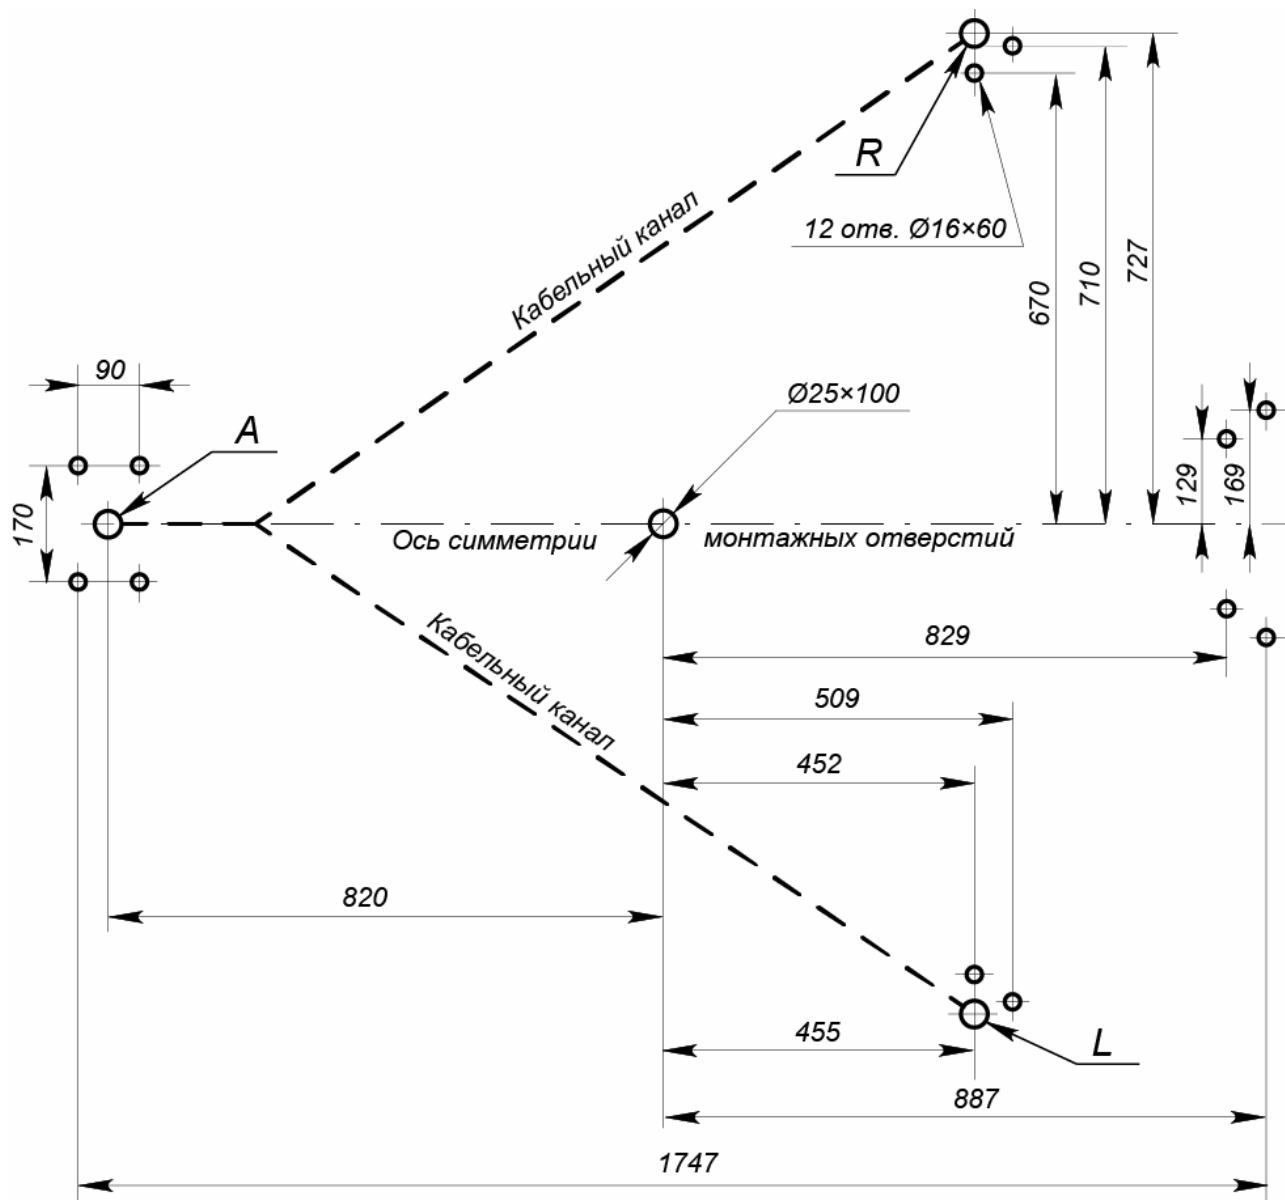

Рисунок 13. Схема разметки для установки турникета
2. Выполните на установочной поверхности разметку отверстий для монтажа турникета в соответствии с рис. 13.
3. Выполните на установочной поверхности разметку кабельных каналов для прокладки кабелей блоков индикации (10) и (11) и, при необходимости, кабелей считывателей (23) и (24). Также выполните разметку расположения переходной клеммной колодки (27) и кабельных каналов для прокладки кабелей питания турникета (17), подсветки прохода (18) и кабеля управления (21). Расположение переходной клеммной колодки и схема прокладки указанных кабелей определяются потребителем по месту.
- 7.1. Установите левую секцию формирователя прохода (6) таким образом, чтобы опорная стойка секции с блоком индикации (9) располагалась над зоной *L* (см. рис. 13).
- 7.4. Подведите кабель блока индикации (10) и кабель считывателя (23) по кабельному каналу к зоне *A*.
8. Установите и закрепите правую секцию формирователя прохода (7) таким образом, чтобы опорная стойка секции с блоком индикации располагалась над зоной *R* (см. рис. 13). Подведите кабель блока индикации (11) и кабель считывателя (24) по кабельному каналу к зоне *A*.
9. Смонтируйте преграждающую стойку (3). Для этого
- 9.6. Установите преграждающую стойку фланцем (4) на зону *A*, а нижний узел вращения (5) – на отверстие с анкером Ø25 мм (см. рис. 13).